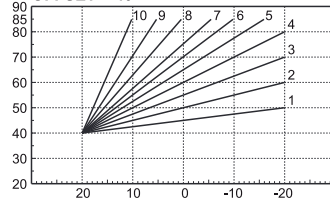

fig. 25 - Przykład przesunięcia równoległego krzywych kompensacji
- **Offset:** Po wejściu do tego podmenu uzyskuje się dostęp do przesunięcia równoległego krzywych za pomocą przycisków „+” i „-” po stronie c.w.u. Na fig. 25 - Przykład przesunięcia równoległego krzywych kompensacji przedstawiono charakterystykę.